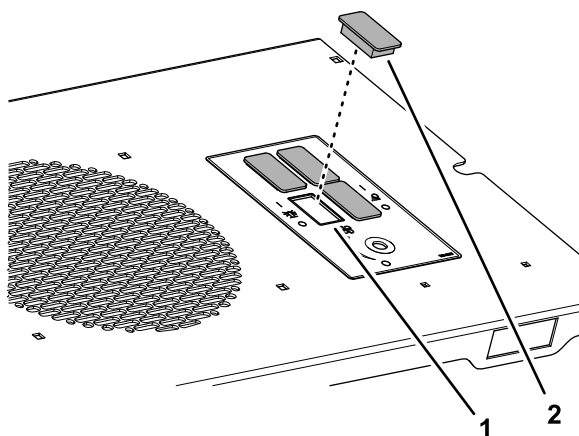

図 4
1. スwitchパネルの四角い開口部にプラグを合わせる図 4。
2. パチンという音がしてプラグが穴に確実に嵌るまでプラグを穴に押し込む図 4。
3. 他の 3 つのプラグについても、ステップ 1 と 2 を行う図 4。